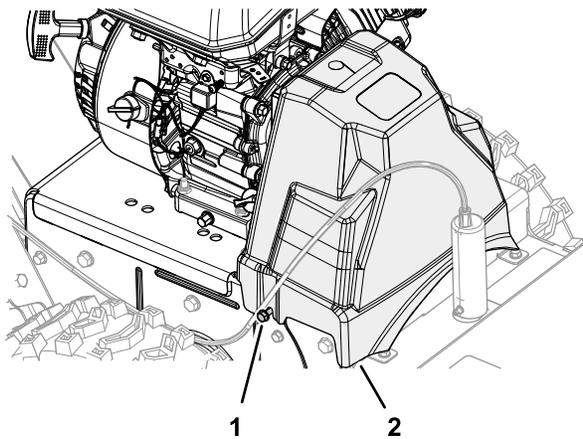

Figure 42
1. Desserrez les deux vis à embase qui fixent le couvercle de courroie à la machine (Figure 42).